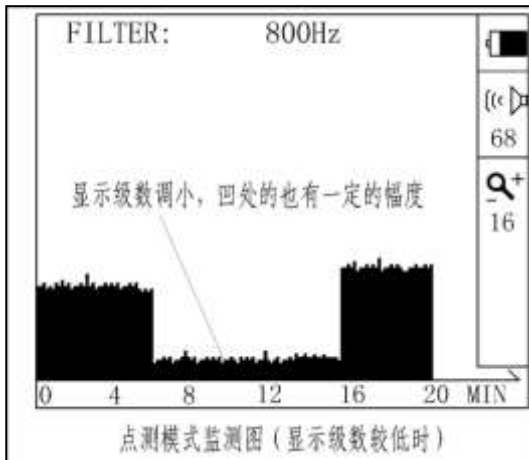
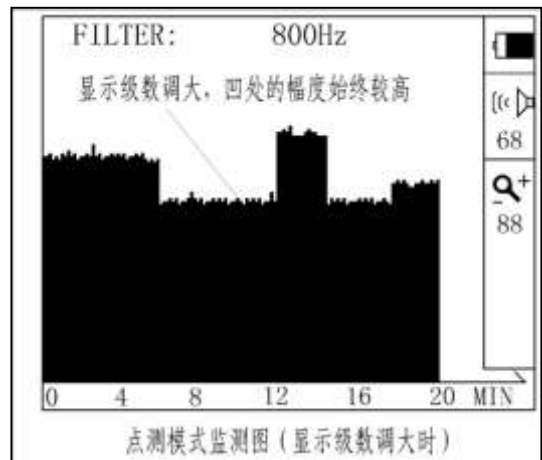

图 9.8
图 9.9
- b) 如果调大显示级数，凹处的幅度始终较高（见图 9.8 和图 9.9），可判断该处附近有漏点：